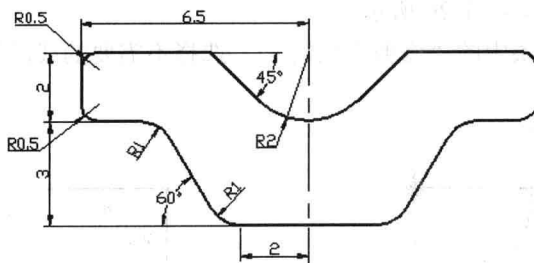

图 1-23 支架平面图
本案例进一步说明草绘技巧。本案例应用了圆弧、修剪、圆角、标注尺寸、修改尺寸数值和镜像等技巧。绘制支架平面图结果如图 1-23 所示。
2) 分析零件结构,确立绘图中心。由零件图(图 1-23)可知,此支架左右对称,所以只要画出左边一半的图形,然后沿着中心线对称做镜像,即可完成平面图形的绘制。